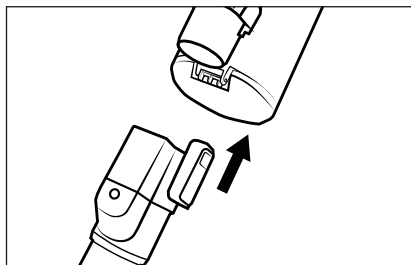

Fig. 1
- 1) Sæt sugerøret **23** på produktet, indtil det klikker hørbart på plads (se fig. 1).